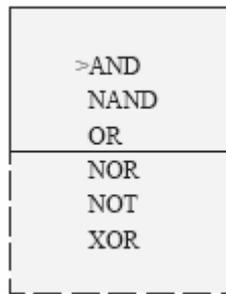

Figura. 4.11. Opciones de Edit Prg
- Editor: Edita el programa a ingresar escogiendo las diferentes funciones que se muestran en la Figura 4.11.